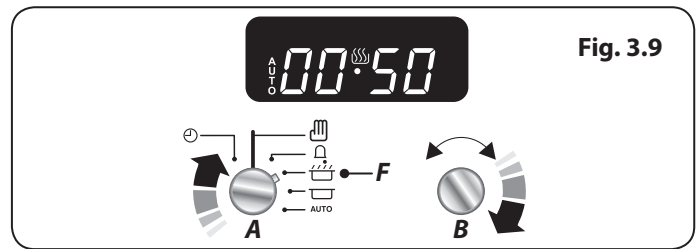

Fig. 3.9
1. Tournez le bouton de la minuterie (A) sur le réglage du temps de cuisson (F). Tournez le bouton de réglage (B) dans le sens horaire afin de définir durée du temps de cuisson requis (**Fig. 3.9**).